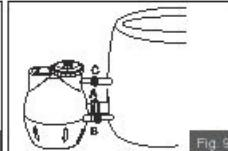

Fig. 9
- Anslut pumpen till massagepoolen genom att ställa in bokstäverna mot varandra, A till A, B till B och C till C. Se till att tätningarna sitter ordentligt på och dra åt adaptrarna ordentligt tills de sitter tätt. (Se Fig 9.)